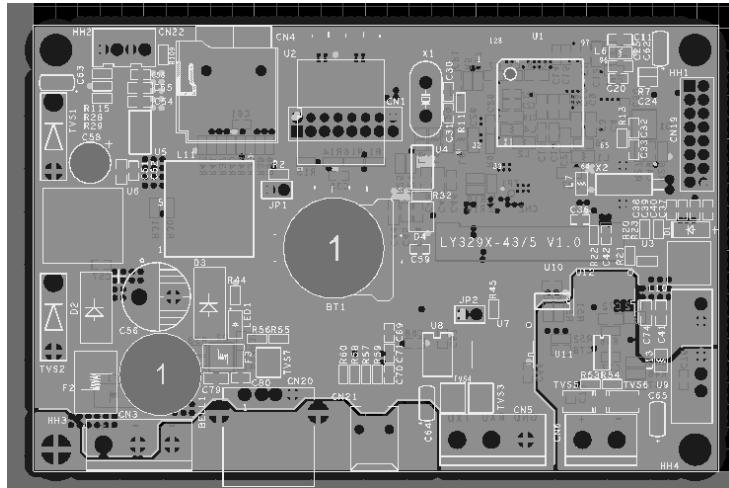

图 12-104 DXF 文件转换成 PCB 效果图
(3) 至此，转换完成，DXF 文件转换成 PCB 效果图如图 12-104 所示。检查和修整之后方可使用。